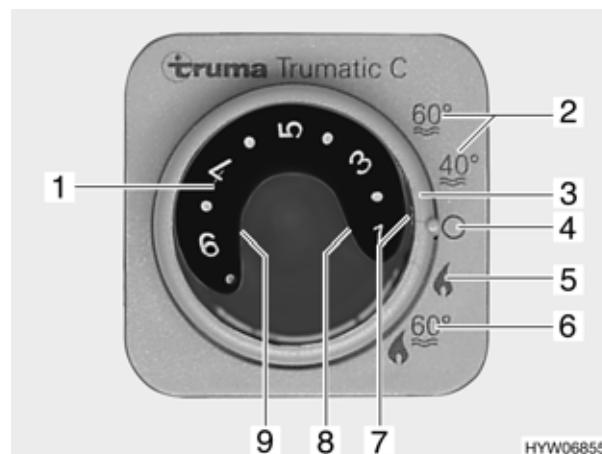

Fig. 77 Centralina di controllo per riscaldamento boiler
■ Impostare la modalità di funzionamento tramite l'interruttore girevole (Fig. 77,3):
- Funzionamento estivo "40 °C" o "60 °C" (Fig. 77,2)
- Funzionamento invernale "Riscaldamento senza boiler" (Fig. 77,5)
- Funzionamento invernale "Riscaldamento e boiler" (Fig. 77,6)
- Spento (Fig. 77,4)
A seconda della temperatura ambiente desiderata, il riscaldamento seleziona automaticamente il livello del bruciatore necessario. Al raggiungimento della temperatura ambiente desiderata, il bruciatore si spegne. Durante la modalità di funzionamento "Riscaldamento e boiler" (Fig. 77,6) è riscaldata anche l'acqua nel boiler. Nella modalità di funzionamento "Riscaldamento senza boiler" (Fig. 77,5) è possibile far funzionare il riscaldamento con il boiler vuoto.
- Impostare la manopola della temperatura (Fig. 77,1) sulla centralina di controllo scegliendo la temperatura desiderata.
- Posizionare l'interruttore girevole (Fig. 77,3) su funzionamento invernale "Riscaldamento senza boiler" o "Riscaldamento e boiler".
Si accende la luce spia verde (Fig. 77,7).
- Posizionare l'interruttore girevole (Fig. 77,3) su "Spento" (Fig. 77,4).